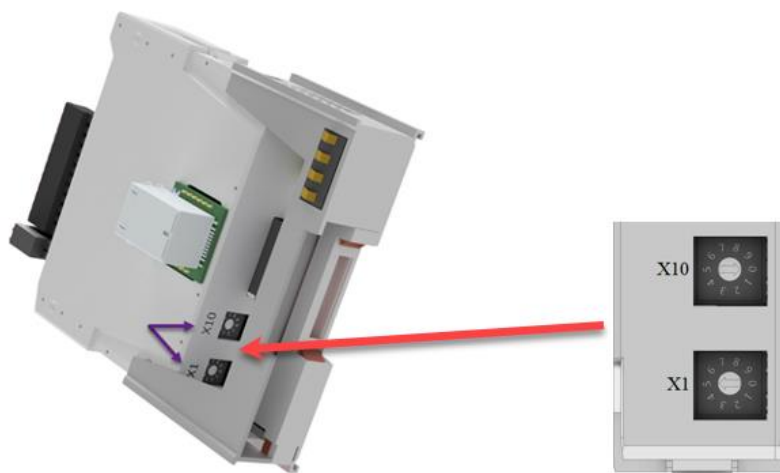

Рисунок 73 – Поворотные переключатели адреса
- а) **IP-адрес** (устанавливается поворотными переключателями, см. рисунок 73);
- 2) Установите IP-адрес модуля IO20. IP-адрес устанавливается поворотными переключателями на задней стороне модуля (см. рисунок 73). Положение переключателей является последним октетом IP-адреса. Если положение хотя